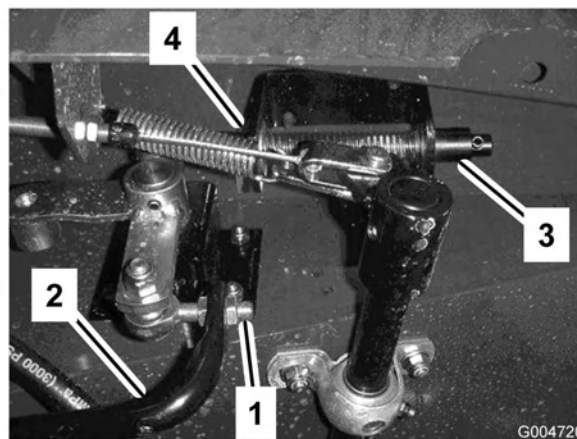

Figura 67
3. Desaperte as porcas de retenção na extremidade da barra e ajuste o comprimento da barra de tracção (Figura 67) de modo a que o pedal fique em contacto com o batente do pedal quando a alavanca da bomba atingir o final do curso. Fixe as porcas de retenção.
3. Encha o reservatório (Figura 67) com aproximadamente 30 l de fluido hidráulico. Consulte o ponto Verificação do fluido hidráulico.